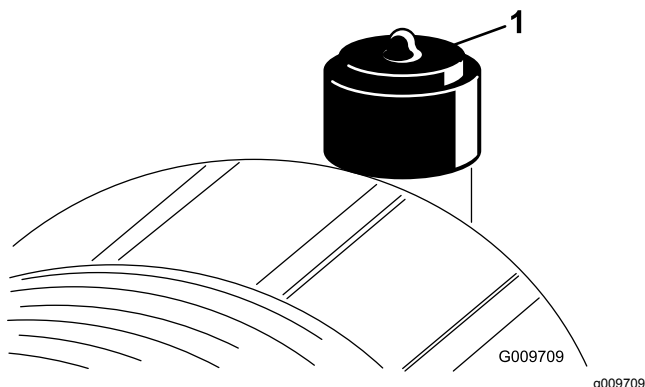

Figure 27
Faites l'entretien du filtre à air uniquement quand l'indicateur de colmatage (Figure 27) indique que cela est nécessaire. Changer le filtre à air prématurément ne fait qu'accroître le risque de contamination du moteur par des impuretés quand le filtre est déposé.
6. Réarmez l'indicateur de colmatage (Figure 27) s'il est rouge.